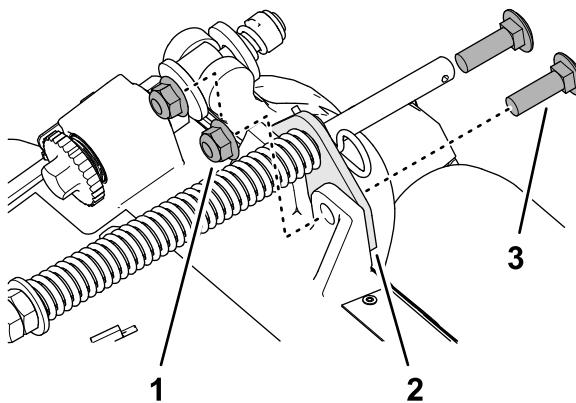

Figura 17
2. Retire las 2 contratuerca con arandela prensada ( $\frac{3}{8}$ ") y los 2 pernos de cuello cuadrado ( $\frac{3}{8}$ " x  $1\frac{1}{4}$ ") que sujetan el soporte del muelle de compensación al bastidor de la unidad de corte (Figura 17).